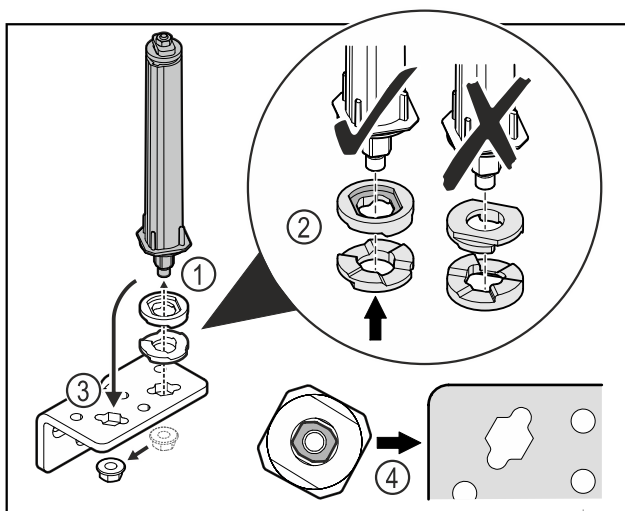

Fig. 52
- ▶ Løsne mutteren og fjern dørlåsesystemet Fig. 52 (1).
- ▶ Sørg for korrekt innretning av høydejusteringsskivene Fig. 52 (2).
- ▶ Sett om dørlukkesystemet i hengselvinkelen og fest med mutteren Fig. 52 (3).
- ▶ Ved innsetting, sørg for korrekt innretning av dørlukkesystemet Fig. 52 (4).